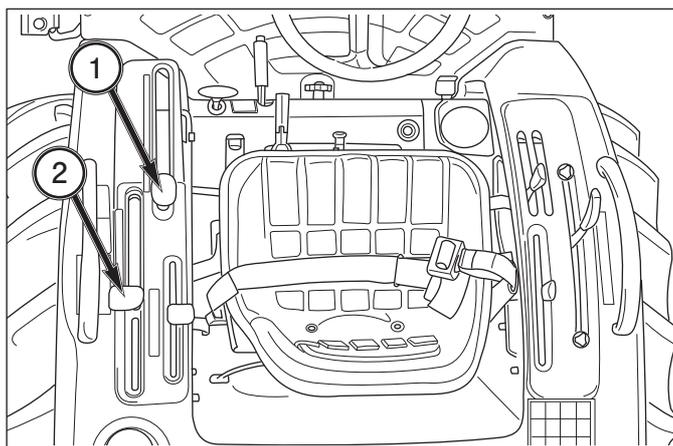

FIG. 5-4
**FIG. 5-4:** Le levier de sélection de rapport, 1, sélectionne un des quatre rapports. Ces rapports sont combinés par le levier de sélection de plage, 2. Le levier de sélection de plage procure trois changements de vitesse de déplacement importants. Le levier de changement de rapport procure des changements de vitesse de déplacement plus limités.